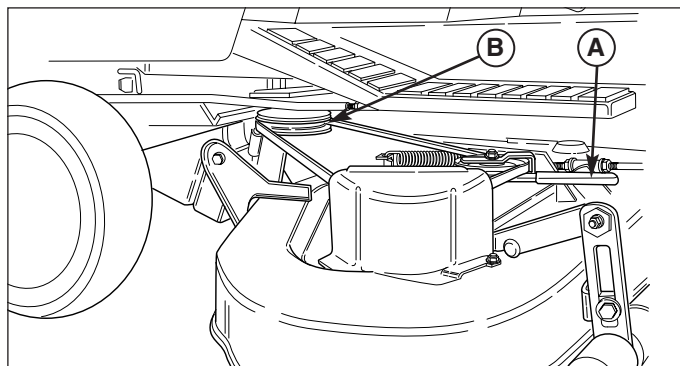

Figura 5. Rimozione e installazione della cinghia
4. Spostare la leva di rinvio (A, Figura 5) per rilasciare la tensione della cinghia. Togliere la cinghia dalla puleggia della PTO (B).
5. Spostare la leva di rinvio (A, Figura 5) per rilasciare la tensione della cinghia. Installare la cinghia sulla puleggia della PTO (B).